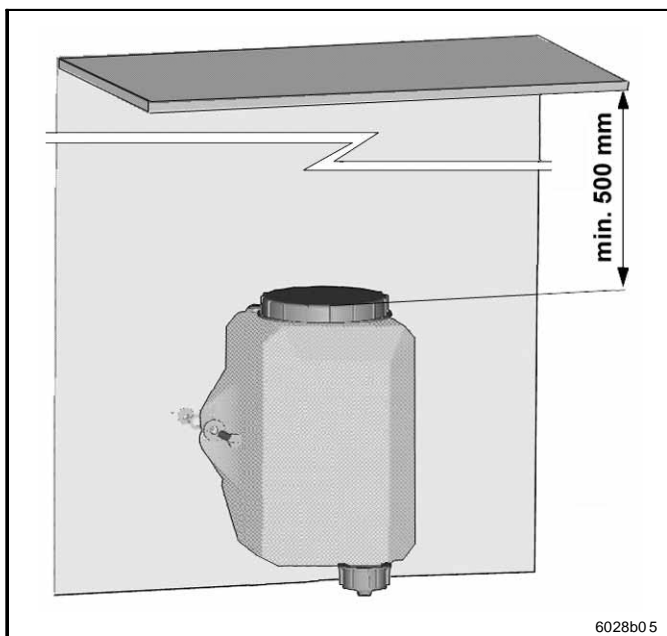

Abb. 1-1 Montage der MOP101
- Sorgen Sie dabei zur späteren Befüllung des Behälters der MOP101 für ausreichenden Abstand nach oben (min. 500 mm, siehe Abb. 1-1).